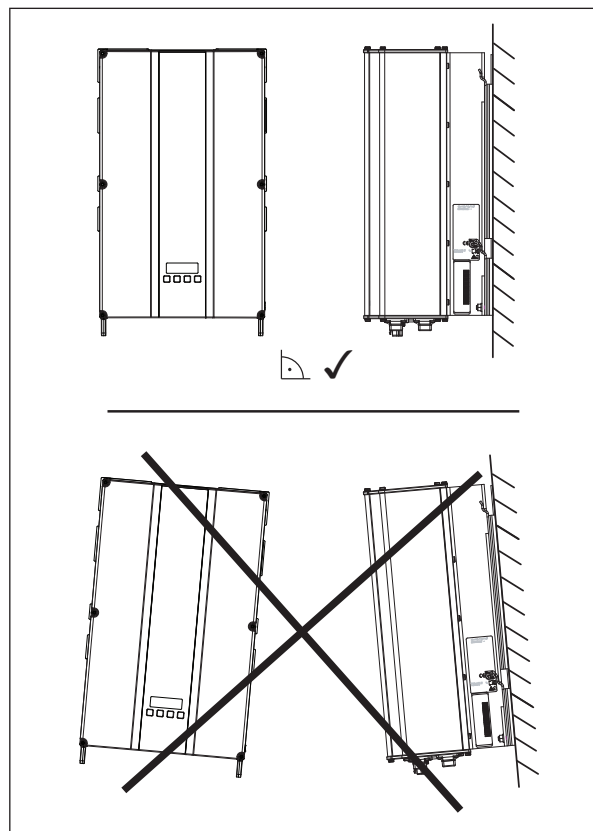

Fig. 7.1.: Colocación durante el montaje
- Montar el inversor solar en posición vertical, véase Fig. 7.1, p. 20.